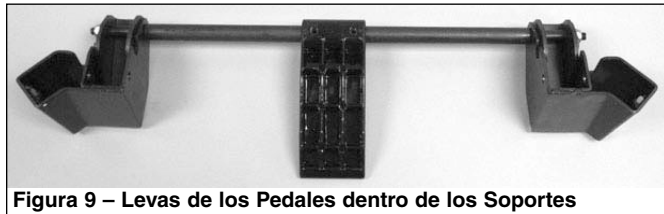

Figura 9 – Levas de los Pedales dentro de los Soportes
- Consulte la Figura 9; gire la barra del pedal para que la leva del pedal esté dentro del soporte.